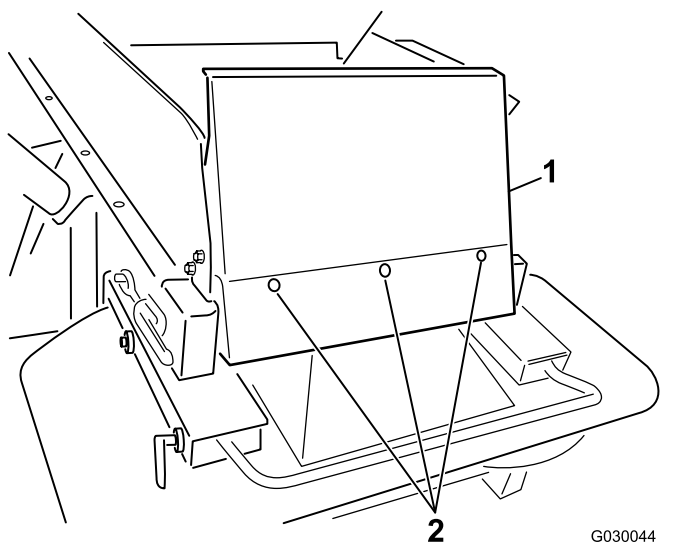

図 7
6. ホッパーガードを取り付ける付属のボタン形ボルト  $\frac{1}{4} \times \frac{5}{8}$ " とナイロンロックナットを使用する 図 7。